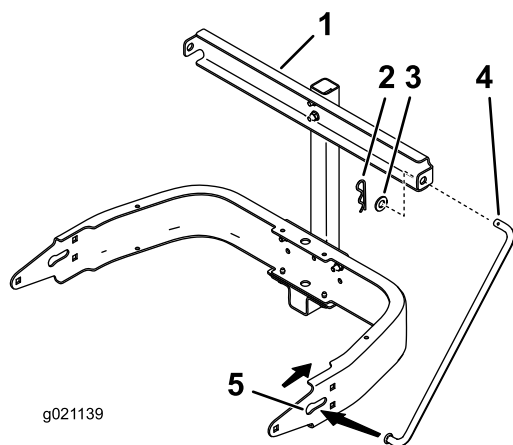

Figura 2
5. Introduzca el extremo sin taladro de la varilla de soporte en el orificio de bocallave del bastidor (Figura 2).
6. Inserte el otro extremo de la varilla a través del soporte y sujételo con una arandela plana y una chaveta (Figura 2).